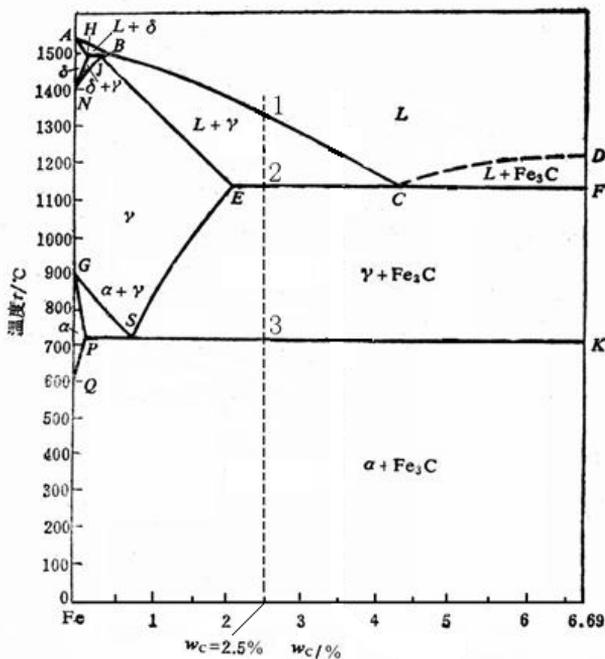

图 4
2. 根据Fe-Fe₃C相图（见图 4 及有关数据表），描述 $w_c = 2.5\%$ 的铁碳合金从液态冷却至室温的平衡结晶过程，并计算其室温组织中的初晶奥氏体、莱氏体以及从初晶奥氏体中析出的二次渗碳体的重量百分数。